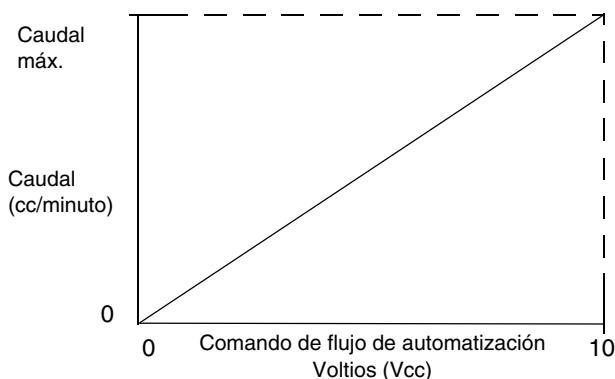

FIG. 18
3. Calcula una relación lineal entre el voltaje de entrada analógico del sistema de automatización al caudal deseado. Consulte FIG. 18.